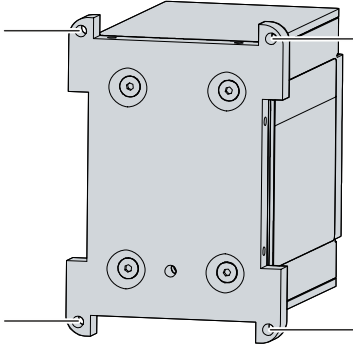

Abb. 15: C9900-U332_Montageplatte
2. Entfernen Sie die Befestigungsschrauben an den gekennzeichneten Stellen (siehe Abb. 15).